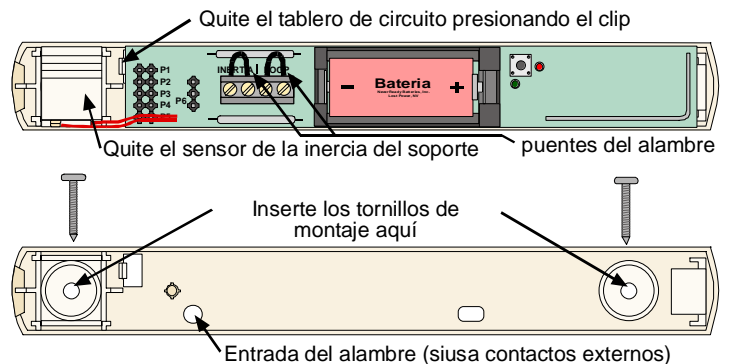

Figura 2 - Placa de la base
- Coloque la Placa de la base sobre la posición deseada. Si conecta un dispositivo externo, sitúe la placa de montaje de forma que el cableado pase a través de la entrada de cables (vea la Figura 2).
- Fije la Placa de la base mediante 2 tornillos de cabeza plana (ver Figura 2).